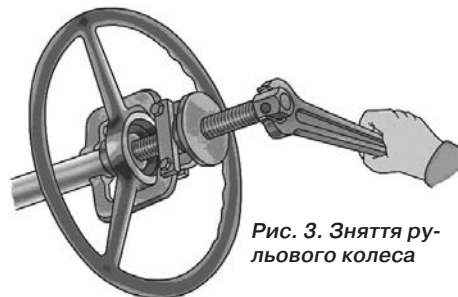

Рис. 3. Зняття рульового колеса
4. Відкрутіть на 2–3 оберти гайку кріплення рульового колеса і, користуючись знімачем (рис. 3), ослабте кріплення рульового колеса на конусі рульового валу. Відкрутіть гайку кріплення рульового колеса і зніміть рульове колесо.
4. Відкрутіть на 2–3 оберти гайку кріплення рульового колеса і, користуючись знімачем (див. рис. 3), ослабте кріплення рульового колеса на конусі рульового валу. Відкрутіть гайку кріплення рульового колеса і зніміть рульове колесо.